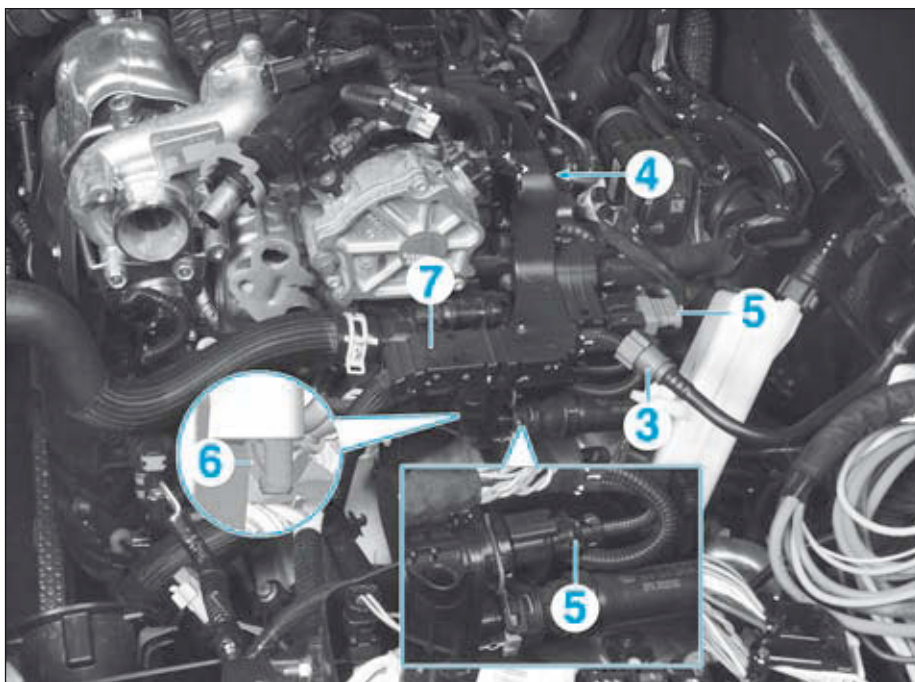

FIG.26
- Débrancher le raccord (3) sur la pompe à vide (Fig.26).
- Déposer la vis (4) du guide de faisceau électrique.
- Débrancher les connecteurs (5).
- A l'aide d'un petit tournevis plat, déverrouiller l'agrafe (6).
- Soulever et écarter le guide de faisceau électrique (7).